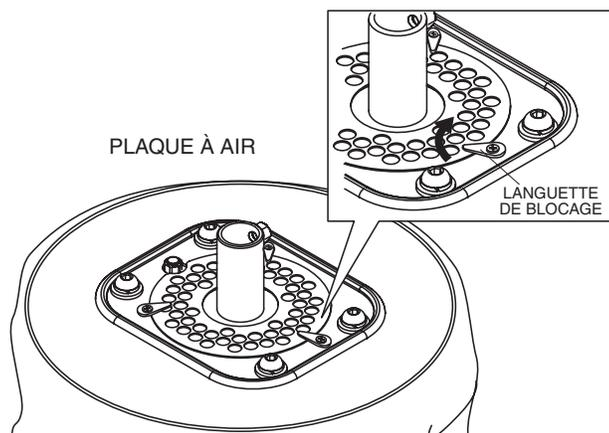

Figure 44. Accéder au filtre
2. Tourner l'assemblage ballon/lampe à l'envers pour accéder au filtre. Voir Figure 44.
3. Tourner les languettes de verrouillage vers l'extérieur pour déverrouiller la plaque à air. Voir Figure 44.